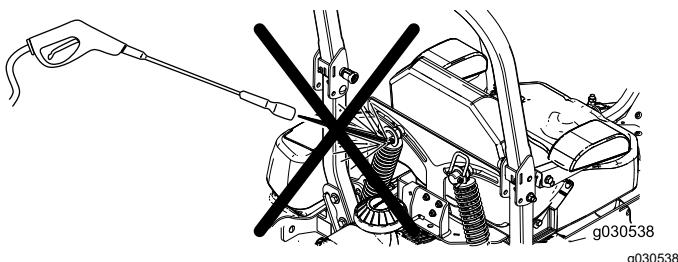

Figura 91
**Nota:** Non pulite i gruppi ammortizzatore con acqua sotto pressione (Figura 91).